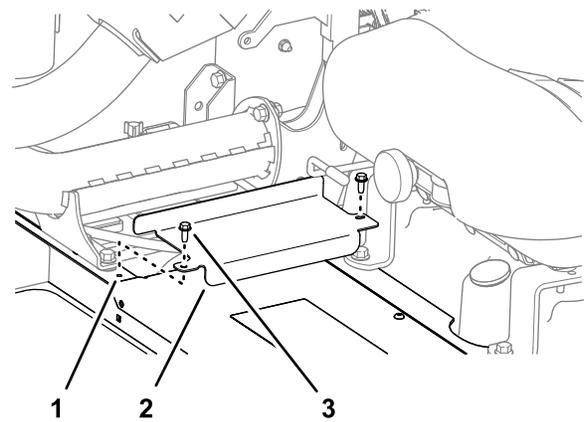

Figura 6
1. Retire los 2 pernos con arandela prensada ($\frac{1}{4}$ " x $\frac{5}{8}$ ") que sujetan la cubierta interna de la batería al bastidor de la máquina (Figura 6).
2. Retire la cubierta interna de la batería de la máquina (Figura 6).